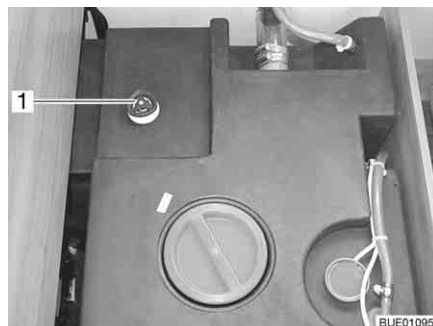

Bild 130 Wassertank mit Drehgriff
- Auf dem Wassertank den Drehgriff (Bild 130,1) entgegen dem Uhrzeigersinn über den Widerstand hinaus bis zum Anschlag drehen, um die Ablauföffnung vollständig zu öffnen.